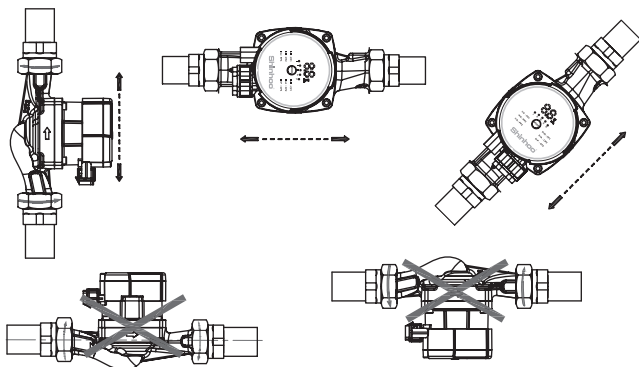

Рис. 5 Расположение насоса
1. Насос всегда должен быть смонтирован так, чтобы вал электродвигателя был расположен горизонтально относительно земли (см. рис. 5).
Примеры правильного монтажа насоса показан на рис. 5.